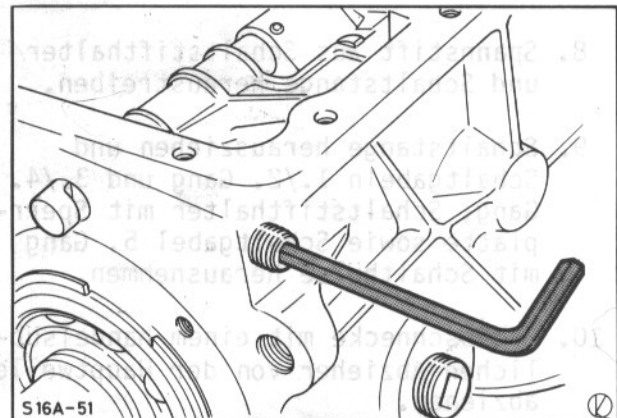

Abb.6 Arretierstift mit Feder einschrauben
18. Arretierstift mit Feder seitlich in das Getriebegehäuse einsetzen, Abb.6. Verschlussschraube der Schaltarretierung mit vorgeschriebener Dichtmasse festschrauben.